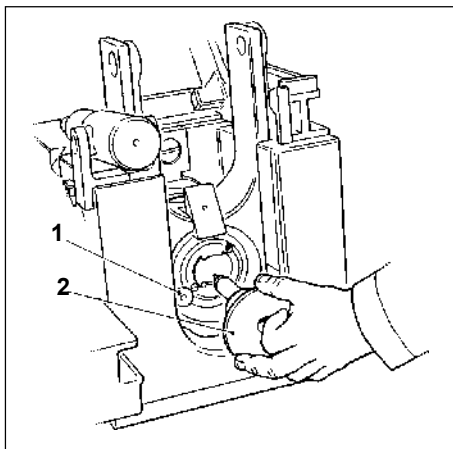

Fig 8-4. Retirada da agulha de ignição
- (1) Tenha certeza de que a cunha está fechada.
- (2) Remova a agulha de ignição. (Fig 8-4)